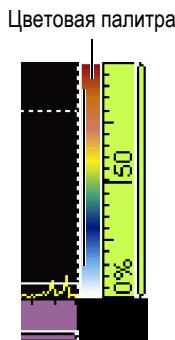

Рис. 6-16 Палитра справа от экрана А-скан
1. Щелкните и удерживайте указатель на цветовой палитре амплитуды (см. Рис. 6-16 на стр. 187), затем выберите **Загруз.**
- Цветовая палитра отображается справа от экрана А-скан (см. Рис. 6-16 на стр. 187).